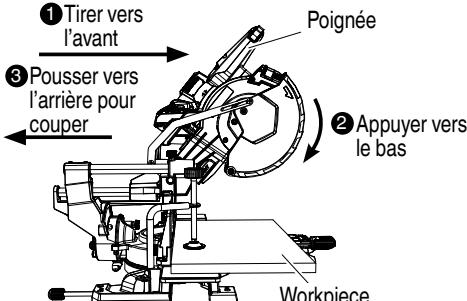

Fig. 32
- (1) **Pièces d'une hauteur allant jusqu'à 3-1/2" (89 mm) et d'une largeur allant jusqu'à 11-1/2" (292 mm):** Desserrer le bouton de fixation du chariot et incliner la lame vers l'avant (Voir Fig. 1). Puis enfoncez la poignée et faire glisser la lame de scie en arrière pour couper la pièce comme indiqué à la Fig. 32. Cela facilitera la coupe des pièces d'une hauteur allant jusqu'à 3-1/2" (89 mm) et d'une largeur allant jusqu'à 11-1/2" (292 mm).
- (2) **Pièces d'une hauteur allant jusqu'à 2-1/2" (64 mm) et d'une largeur allant jusqu'à 12-1/2" (318 mm):** Les pièces allant jusqu'à 2-1/2" (64 mm) de hauteur et 12-1/2" (318 mm) de largeur peuvent être coupées de la même manière que décrit au paragraphe 4-(1) ci-dessus à la page 67.
- Lors d'une coupe avec chariot, procéder comme indiqué à la Fig. 32. Une coupe avec chariot vers l'avant (vers l'opérateur) serait très dangereuse car la lame pourrait effectuer un retour vers le haut. En conséquence, toujours déplacer la poignée loin de l'opérateur.